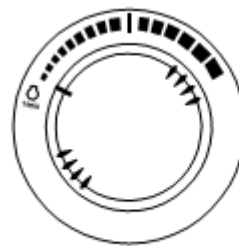

Рисунок 16
1. Запустите двигатель на скорости «LOW IDLE» («МАЛЫЕ ОБОРОТЫ ХОЛОСТОГО ХОДА») без нагрузки на 5 минут (рисунок 16).